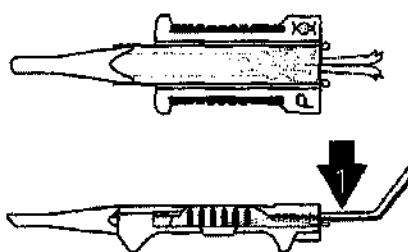
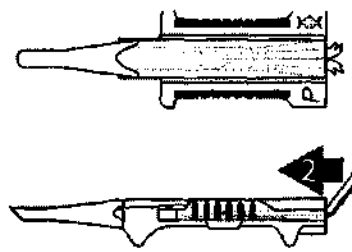

Рисунок 9a
Рисунок 9b
9. Сомкните бранши пинцета и с помощью нижней поверхности браншей сместите линзу вниз, поперек захватив оптическую часть браншами вместе с мостом задней гаптической части, а затем аккуратно надавите на линзу по направлению вниз ко дну картриджа (Рисунок 9a). Надавливая на линзу по направлению вниз, продвигайте ее вперед, пока она полностью не войдет внутрь картриджа (Рисунок 9b). В итоге **ПОДНИМИТЕ** и уберите пинцет, оставив линзу на месте.